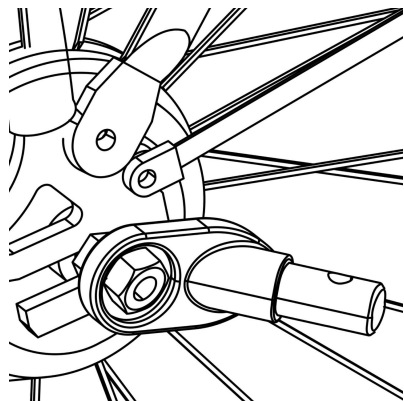

Figure 1 3
2. Axe écroué : dévissez l'écrou avec la rondelle du côté gauche de l'essieu arrière du vélo. Installez l'attelage sur l'essieu et revissez l'écrou avec la rondelle (Figure 1 3).